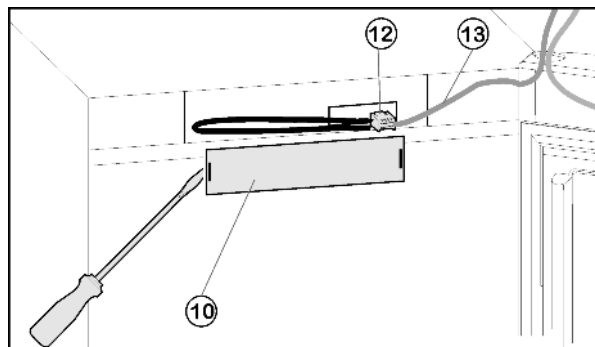

Fig. 4
- Снимите переднюю накладку Fig. 4 (10) с помощью плоской отвертки.
- Снимите контакт и извлеките разъем Fig. 4 (12).
- Высвободите из направляющей серый кабель Fig. 4 (13).
- ▶ Снова установите разъём *Fig. 4 (12)*.
- ▶ Снова установите крышку *Fig. 4 (10)*.